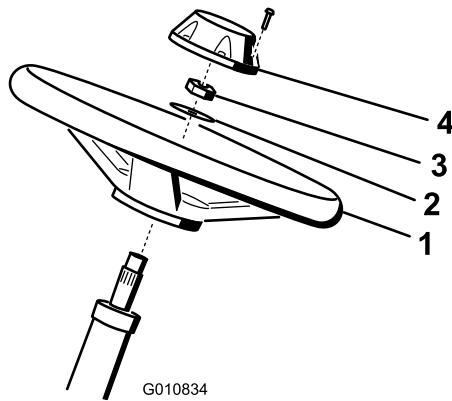

Bild 4
1. Schieben Sie das Lenkrad auf die Lenkwellen (Bild 4).
2. Schieben Sie die Scheibe auf die Lenkwellen (Bild 4).
3. Befestigen Sie das Lenkrad mit einer Sicherungsmutter an der Welle und ziehen es auf 27-35 N·m an (Bild 4).
4. Setzen Sie den Deckel auf und befestigen Sie ihn mit sechs Schrauben am Lenkrad (Bild 4).